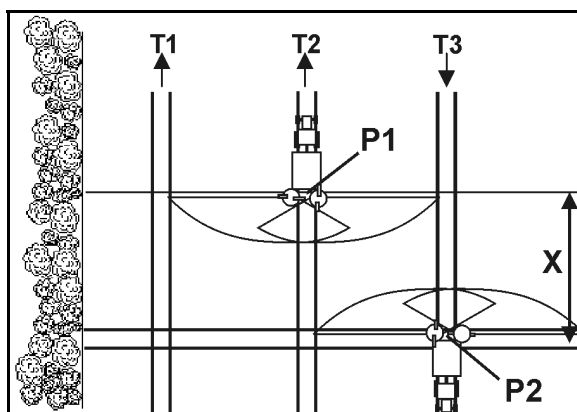

Fig. 100
- Deschideți vana de închidere după pornirea în deplasare pe cărarea tehnologică în punctul P1 (Fig. 100), atunci când discurile de împrăștiere sunt depărtate la distanța X de cărarea tehnologică a zonei capetelor de rând.
- Închideți vana glisantă înainte de ieșirea din cărarea tehnologică în punctul P2 (Fig. 100), atunci când discurile de împrăștiere se află la înălțimea primei cărări tehnologice a zonei capetelor de rând.